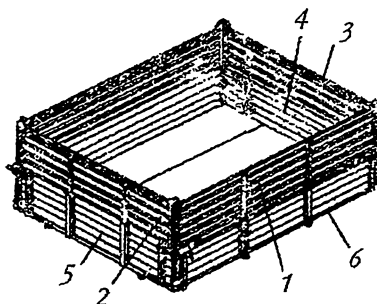

Рис. 14 – Платформа
4.4.1. Платформа (рис. 14) полуприцепа металлическая прямоугольной формы с откидными боковыми 6 и задним 4, основными бортами.